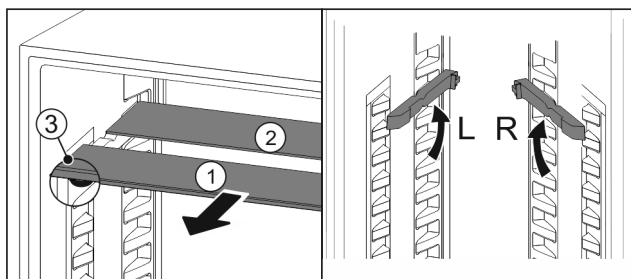

Fig. 30
- ▶ По одной извлеките Fig. 30 (1) от стеклянные панели движением вперед.
- ▷ Стеклянная панель Fig. 30 (1) с декоративной планкой лежит спереди.
- ▷ Стопоры Fig. 30 (3) показывают вниз.